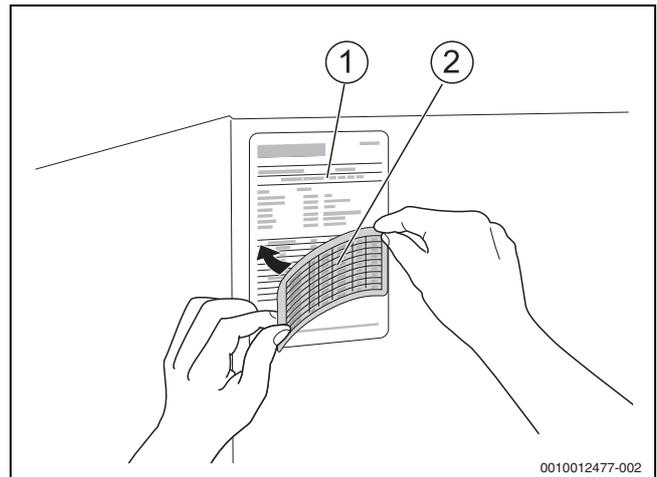

Fig. 29 Mettre à jour la plaque signalétique en cas de conversion à l'intérieur des groupes de gaz naturel et pour le gaz liquide (pas pour la variante LowNOx)
- ▶ Coller sur la plaque signalétique de la chaudière (→ fig. 29, [1]) l'autocollant fourni (→ fig. 29, [2]) pour le type de gaz livré et en fonction du diaphragme.